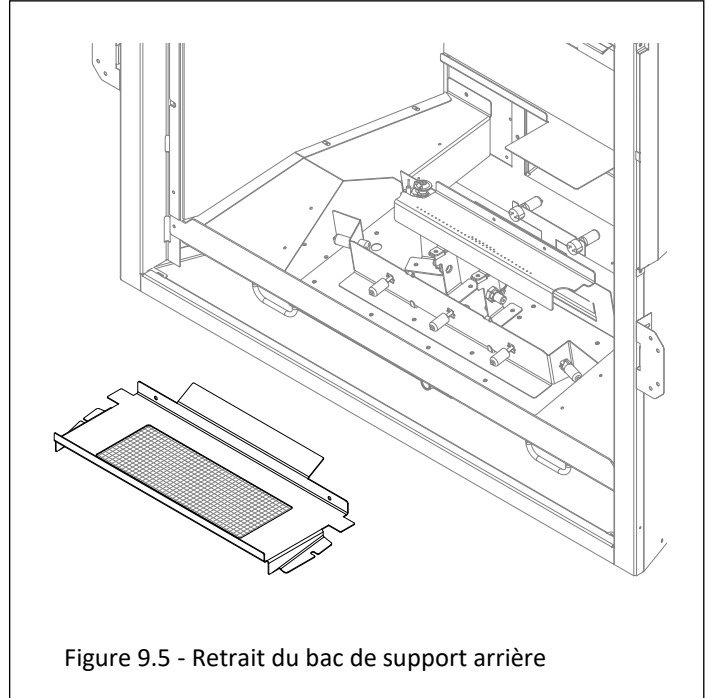

Figure 9.5 - Retrait du bac de support arrière
5. Retirez et conservez les (4) vis du plateau de support arrière. Retirez le plateau de support. Voir la figure 9.5.
6. Installez (1) ampoule halogène (incluse dans le paquet de composants) dans la base de la lampe.